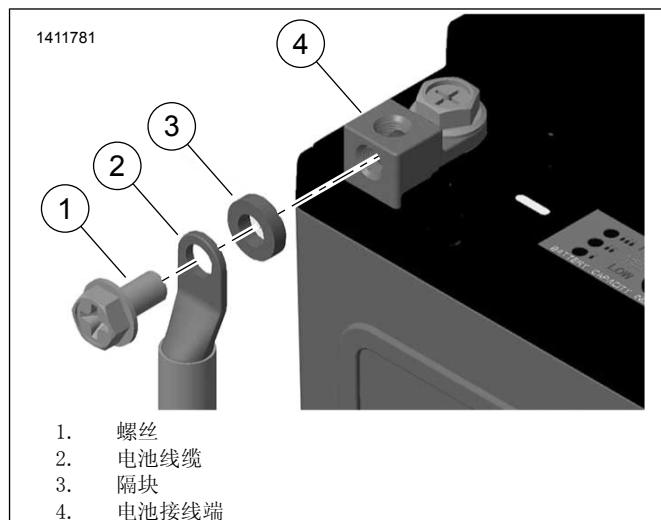

图2。套件66000234安装(图中所示为负极电池接线端)
- a. 图2 将M6x1x12毫米螺丝(1)穿过电池正极线缆(红色)(2)和隔块(3)插入电池正极(+)接线端的螺孔(4)。